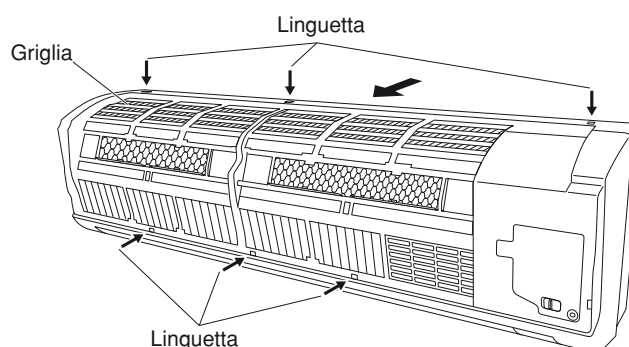

Fig. 18a-2
- (3) Premere le 3 linguette in cima alla griglia e le 3 linguette della facciata anteriore per separare la griglia dal telaio. (Fig. 18a-2)
- (4) Tirare la griglia verso di sé e toglierla. (Fig. 18a-2)